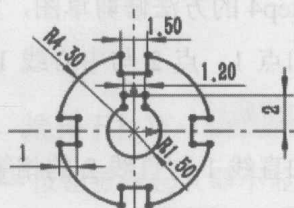

图 1.2.12 添加尺寸约束
Step11. 最后添加图 1.2.12 所示的尺寸，并修改至设计要求的目标尺寸。